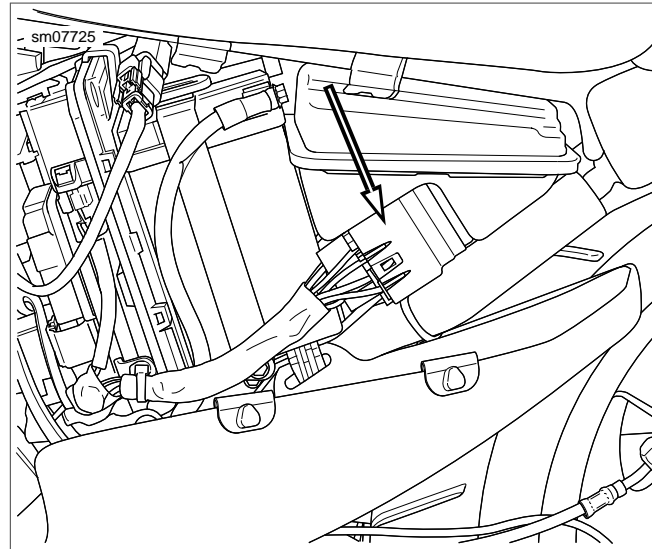

Abbildung 65. Sicherungsblock
3. Siehe Abbildung 65. Den Sicherungsblock vom Öltank abziehen.